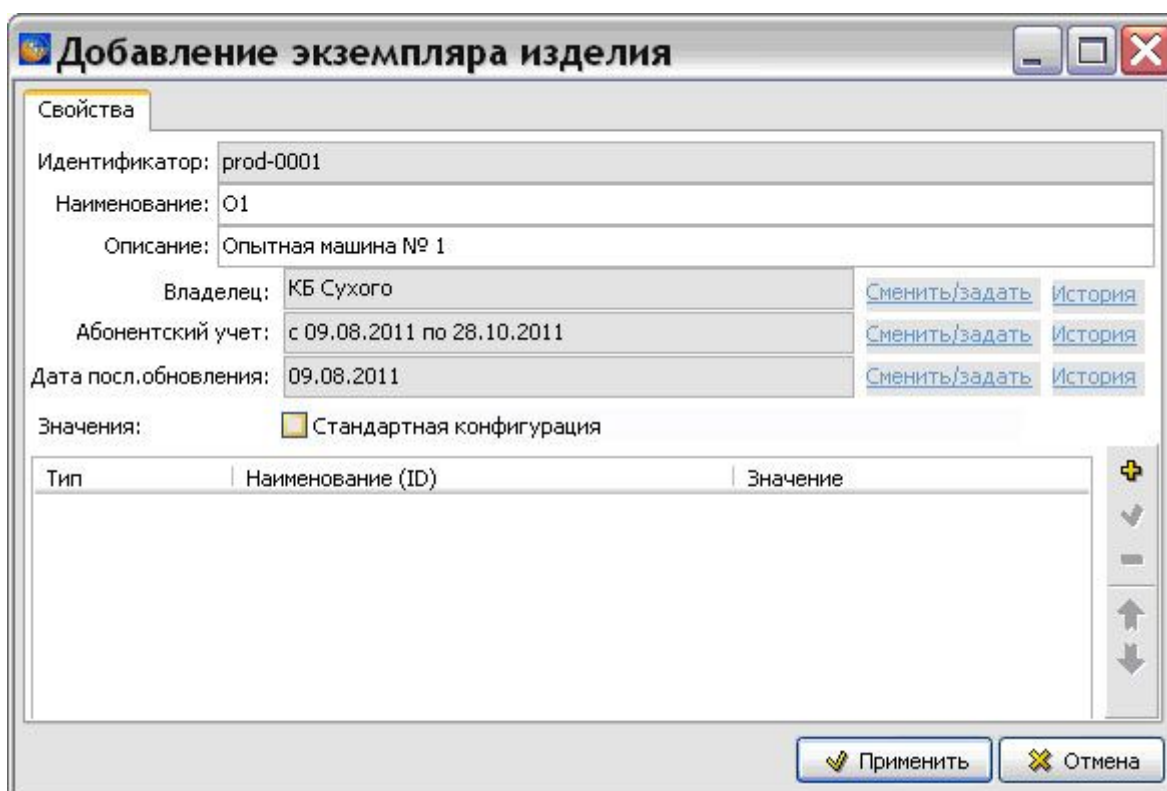
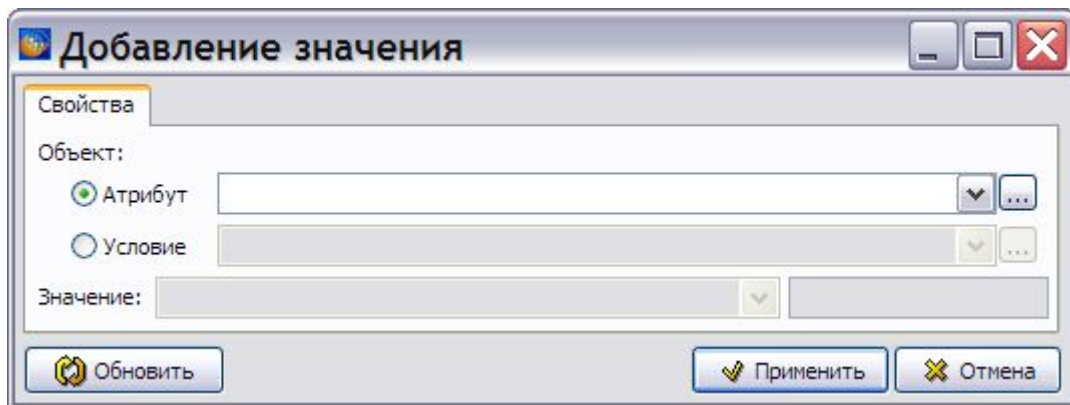

Рис. 2.155
Рис. 2.156
Пример введенных параметров экземпляра изделия показан на Рис. 2.155.
1. На инструментальной панели справа от области **Значения** нажмите на кнопку **Добавить значение (Ins)** . В результате появится окно **Добавление значения** (Рис. 2.156).
- Для ввода условия в диалоговом окне **Добавление экземпляра изделия** нажмите на кнопку **Добавить значение (Ins)** + (Рис. 2.155). В открывшемся окне **Добавление значения** включите радиокнопку **Условие** (Рис. 2.156). Выберите условие из раскрывающегося списка, например «Сервисный бюллетень №00001». Для просмотра полной информации об условиях нажмите на кнопку **Открыть справочник условий** ... справа от поля **Условие**.